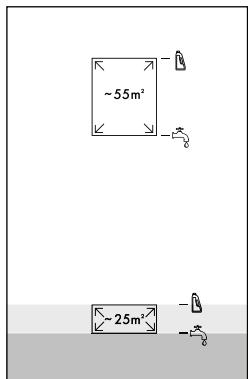

Fig. 8
- ◆ Pour de petites surfaces (jusqu'à 25 m2), remplissez de l'eau du robinet ou de l'eau distillée jusqu'au premier repère de niveau de remplissage dans le réservoir d'eau fraîche ⑪ (voir fig. 8).
- ◆ Pour de petites surfaces (jusqu'à 25 m2), remplissez du produit de nettoyage jusqu'au second repère de niveau de remplissage dans le réservoir d'eau fraîche ⑪ (voir fig. 8).